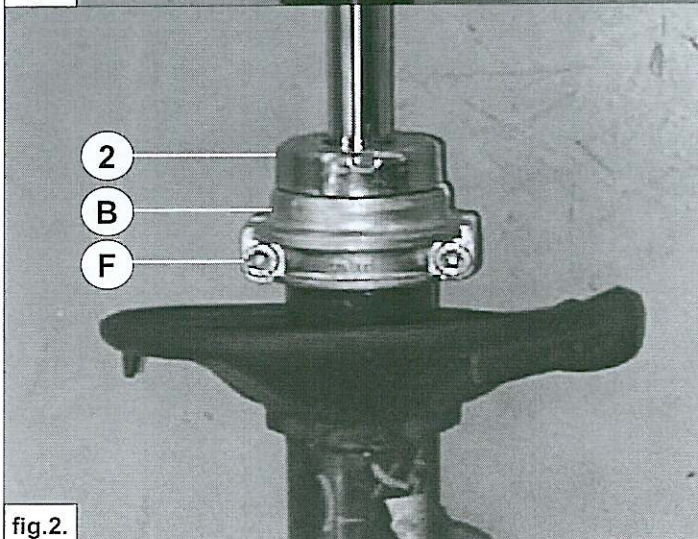

fig.2.
4. Monter la coupelle de ressort en aluminium B en dessous de la rondelle 2. Diriger les boulons F vers l'extérieur de la voiture, voir fig.2.